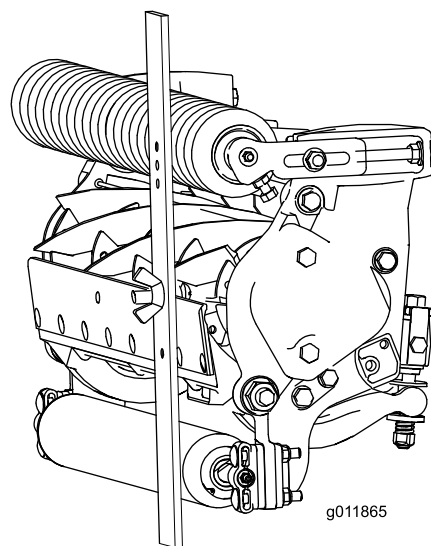

Figura 19
3. Agganciate la testa della vite sul tagliente della controlama e appoggiate l'estremità posteriore della barra sul rullo posteriore (Figura 19).
4. Ruotate la vite di regolazione finché il rullo anteriore non toccherà la barra di riferimento (Figura 19). Regolate entrambe le estremità del rullo finché l'intero rullo non è parallelo alla controlama.